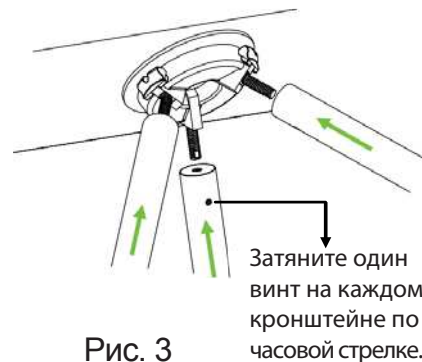

Рис. 3
2. Вкручивайте планки в точки крепления до упора, затем используйте шестигранный ключ, чтобы закрепить по одному винту на каждом кронштейне, как показано на Рис. 3.